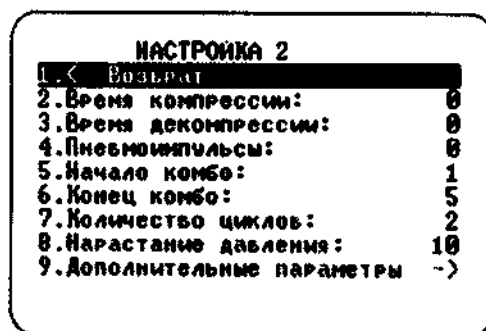

Рис. 3.2
- «Дополнительные параметры» - переход в следующее табло режима настройки (рис.3.2).